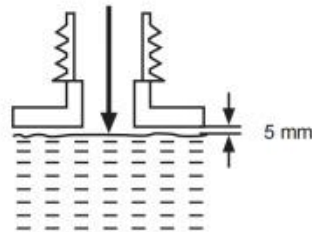

Fig. 17
3) Vul niet te veel en laat ca. 5 mm ruimte tot aan de onderrand laat het smeermiddel uitzetten (Fig. 17).